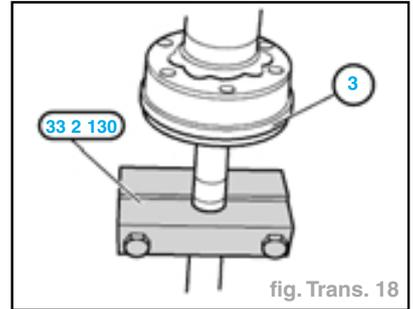

fig. Trans. 18
- Enduire la portée de joint du capuchon (3) d'un gel d'étanchéité et enfoncer le soufflet avec une bague de pression sur le joint homocinétique (fig. Trans. 18).
- Monter l'outil 33 2 130, enfoncer le joint homocinétique avec le capuchon (3) sur l'arbre cannelé par dessus la bague intérieure de roulement.
- Monter le soufflet sur le capuchon (3) et fixer de nouveaux colliers.